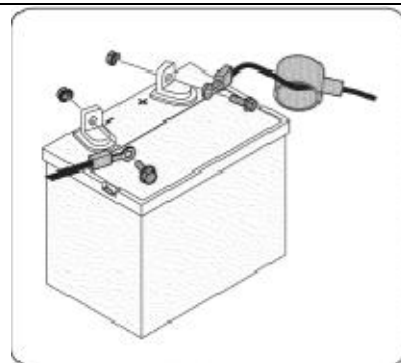

Рис. 1
1. Снимите с положительного вывода аккумуляторной батареи пластиковую крышку (если имеется), и подсоедините красный провод, закрепив его болтом и шестигранной гайкой См. Рис.1.
2. Снимите с отрицательного вывода аккумуляторной батареи пластиковую крышку (если имеется), и подсоедините черный провод, закрепив его болтом и шестигранной гайкой См. Рис.1.